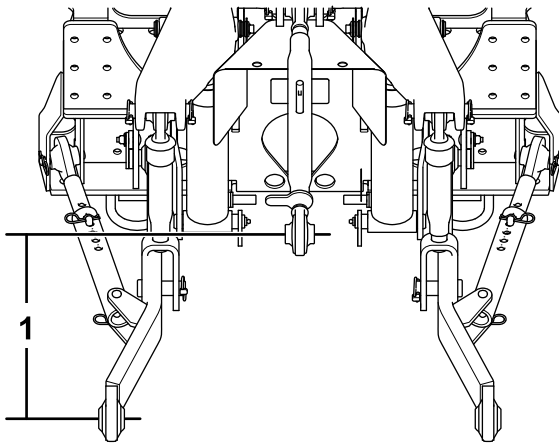

Figura 11
1. Determine la altura del tercer punto del tractor, como se muestra en la Figura 11.